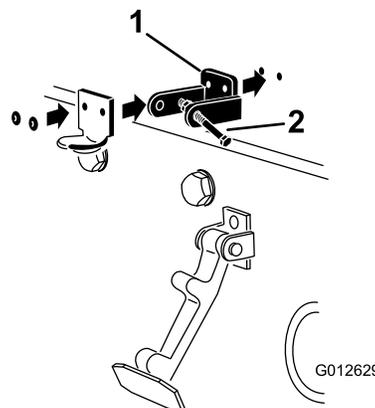

**Figura 6**
- Retire os (2) rebites que prendem o suporte do trinco do capot ao capot (Figura 6).